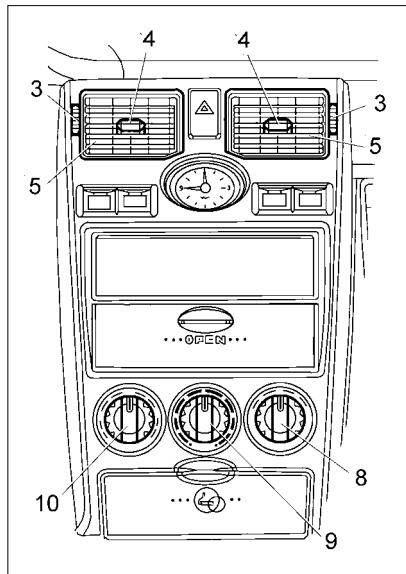

Рис. 40. Переключатели обогрева
8 – правый поворотный переключатель (рис. 40);
– регуляторами управления заслонками сопел 3 и ручками регулировки направления воздушного потока 4 (рис. 40) направить воздух в салон.
Для включения кондиционирования необходимо нажать на клавишу 6 (рис. 40а), при этом загорается контрольный индикатор, встроенный в клавишу переключателя.
1 – центральные сопла вентиляции (рис. 40а);
Рис. 40а. Органы управления
Направление потока воздуха регулируется ручками 3 (рис. 40а) направляющих лопаток центральных сопел путем изменения положения заслонок вверх или вниз, а регуляторами 2 управления заслонками сопел поток воздуха открывается или перекрывается полностью.
В зависимости от положения температурного переключателя 9 (рис. 40а) через сопла вентиляции обеспечивается поступление в салон холодного или подогретого воздуха. Для увеличения притока свежего воздуха рекомендуется включить электровентилятор отопителя рукояткой 5 управления скоростью потока воздуха и установить рукоятку 7 управления направлением потока воздуха в положение – «вентиляция салона».